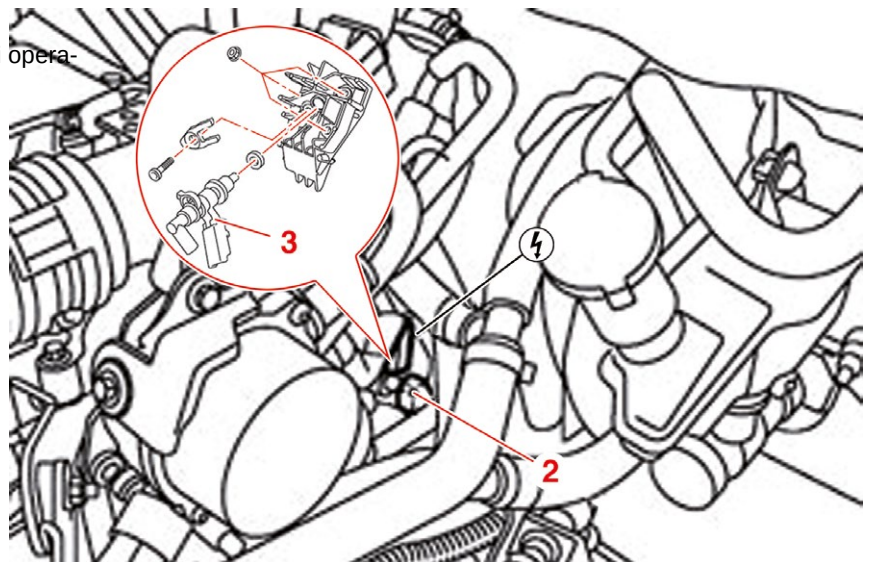

Fig. 15
- Scollegare il raccordo (2) dell'iniettore del carburante di scarico (3) (Fig. 15).